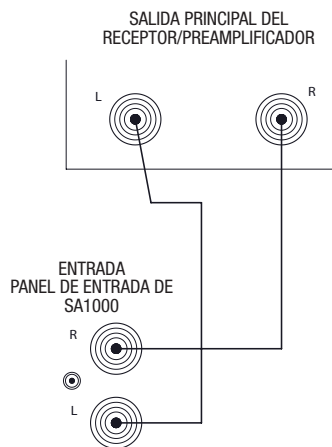

Figura 5
1. Conecte un latiguillo RCA de canal dual entre las salidas principales izquierda y derecha del receptor/preamplificador y los conectores de ENTRADA respectivos en el panel posterior del SA1000, tal como se muestra en la Figura 5.